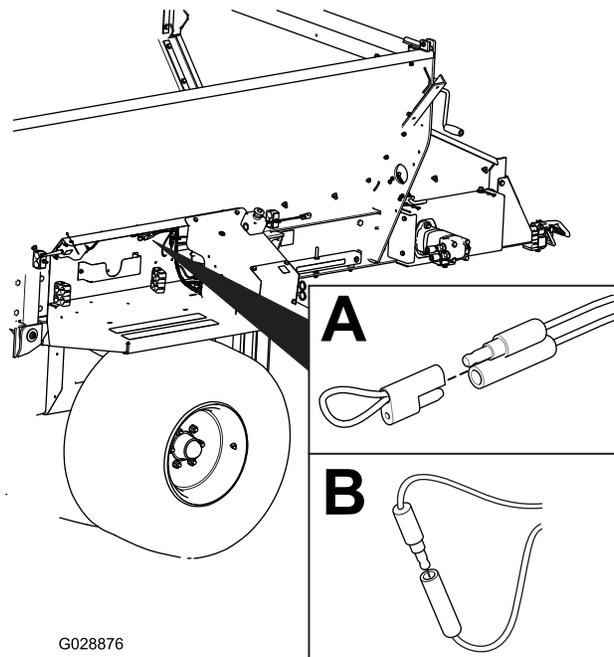

Figura 58
2. Retire el tapón de los conectores de derivación diagnósticos (Figura 58, A).
3. Conecte entre sí los conectores de derivación diagnósticos (Figura 58, B).